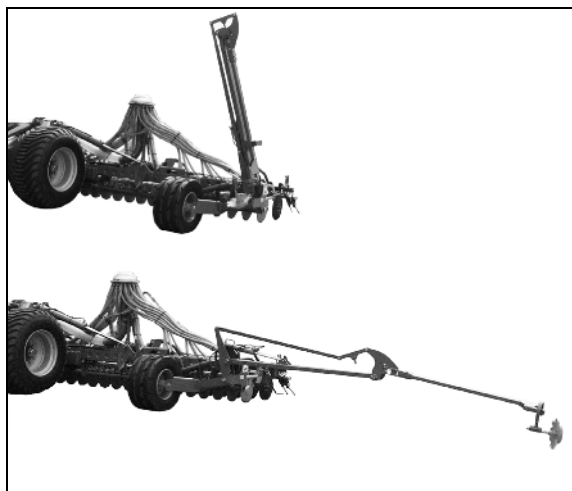

Fig. 34
- o Afklipningsskrue (Fig. 34/1)
- o Ekstra afklipningsskruer (Fig. 34/2)